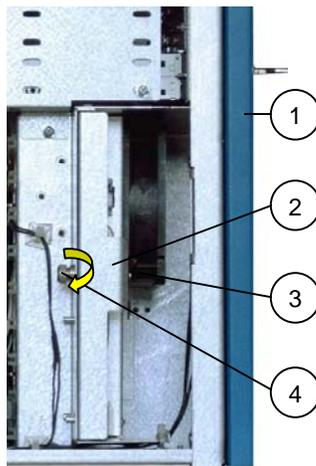

Abb. 24: KISS Short mit Lüfter-Einschub
2. Lösen Sie die Rändelschraube (Abb. 24, Pos. 4) und ziehen Sie den Lüftereinschub am Griff (Abb. 24, 24a, Pos. 2) nach oben aus dem Lüfterfach (Abb. 24c, Pos. 9).
Legende für Abb. 24, 24a, 24b und 24c